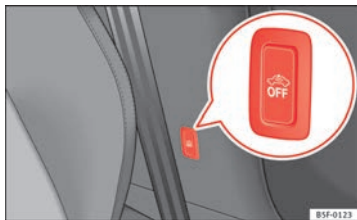

Abb. 51 Taste für Innenraum-/Abschleppschutzüberwachung
- Um die Innenraum- und Abschleppschutzüberwachung auszuschalten, schalten Sie die Zündung aus und drücken Sie die Taste ⇒ Abb. 51. Die Kontrollleuchte in der Taste leuchtet.